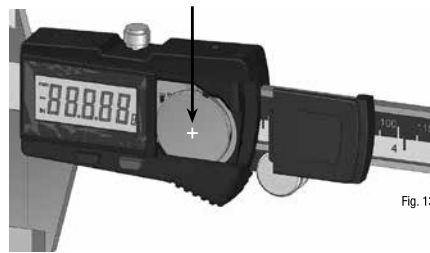

Fig. 13
- Pour installer une nouvelle pile (Fig. 13), la placer avec sa face positive (+) tournée vers le haut dans le logement de la pile comme indiqué. La pile restera en place. Aligner le couvercle sur le logement de la pile, et en appuyant légèrement dessus, le pousser vers la gauche jusqu'à ce qu'un clic se produise. L'outil affiche l'écran de mesure principal.